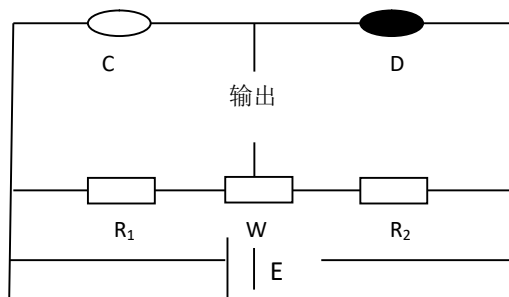

图3 载体催化元件测量电桥
将催化元件接在惠斯通电桥上，工作原理如下图3所示：当空气中不存在可燃气体时，通过调整W，电桥输出为零。当空气中存在可燃气体时，在检测元件D上进行无焰燃烧，放出的热量改变检测元件的电阻，电桥输出与可燃气体浓度成正比的电压信号，测量这个信号的大小即可知道可燃气体浓度的大小。补偿元件可对元件工作环境自动补偿。
4.1 元件标签上的圆点（元件坐为绿色）一侧为检测元件，接在电源负极，补偿元件接在电源正极。测量电路如图 3 所示。